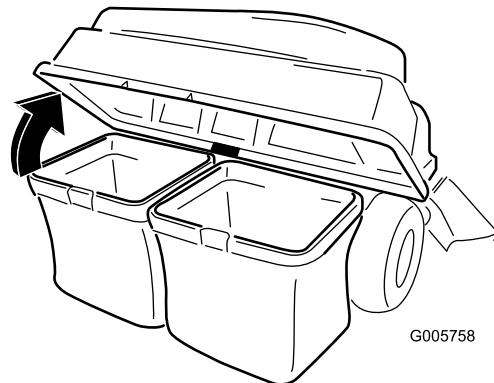

Figure 25
3. Ouvrez (soulevez) le couvercle du collecteur (Figure 25).